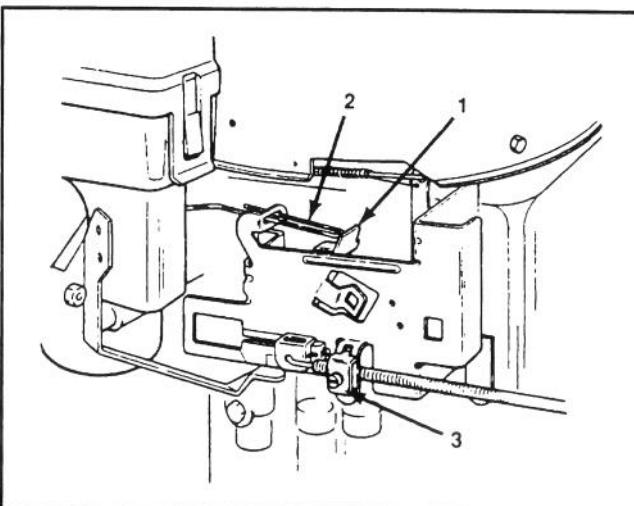

Figure 18
2. Le levier des gaz devrait à peine toucher la tringle du starter (Fig. 18); un réglage est nécessaire s'ils ne sont pas dans cette position.
- B. Desserrer la vis de la bague de serrage du câble de la commande des gaz (Fig. 18) et déplacer la gaine du câble de commande et le fil jusqu'à ce que la manette de la commande des gaz touche la tringle du starter.